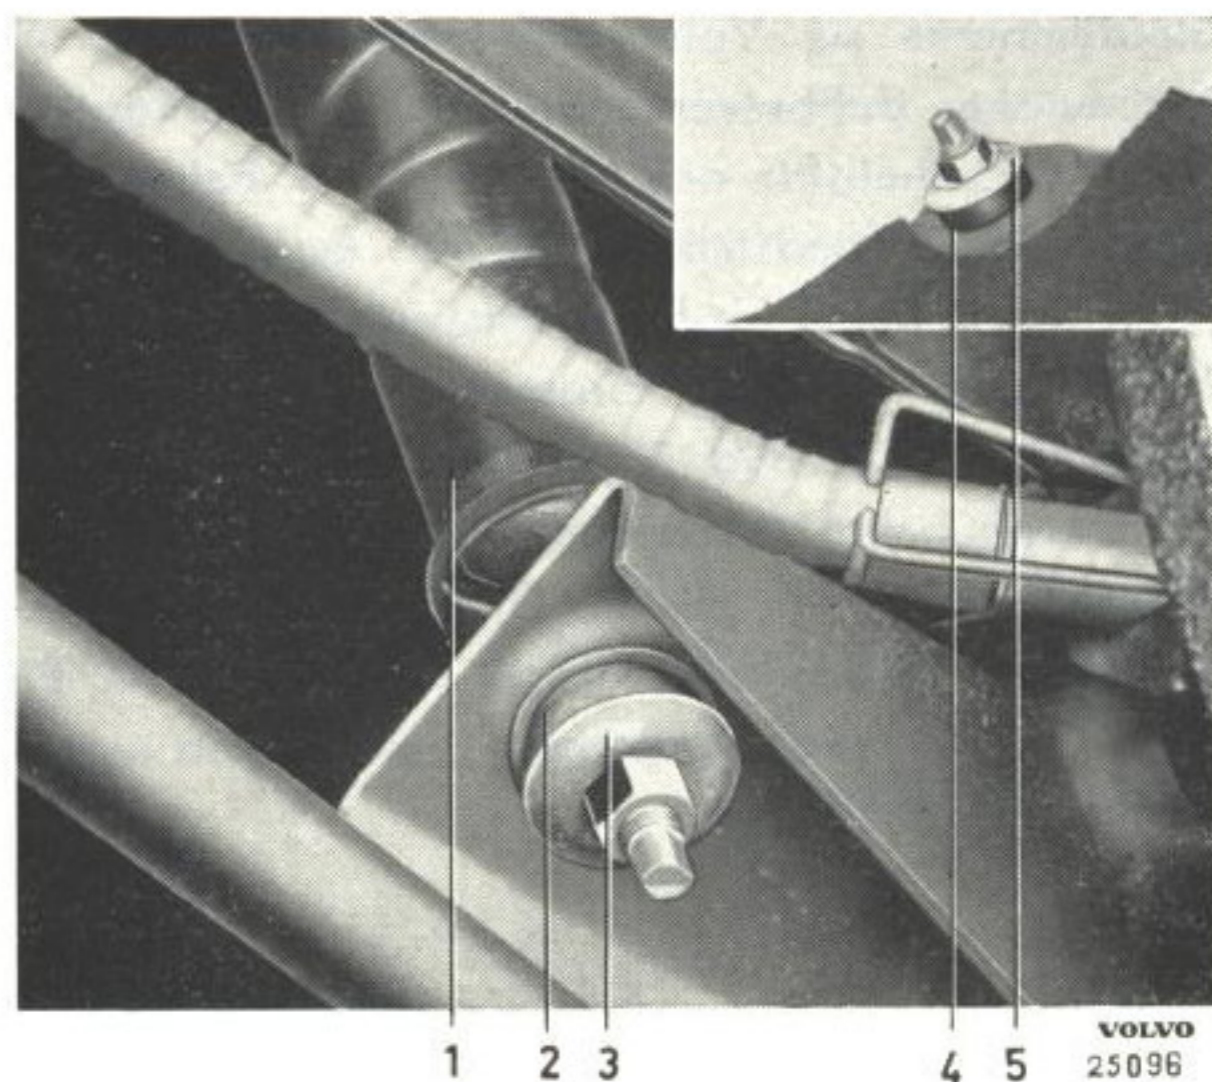
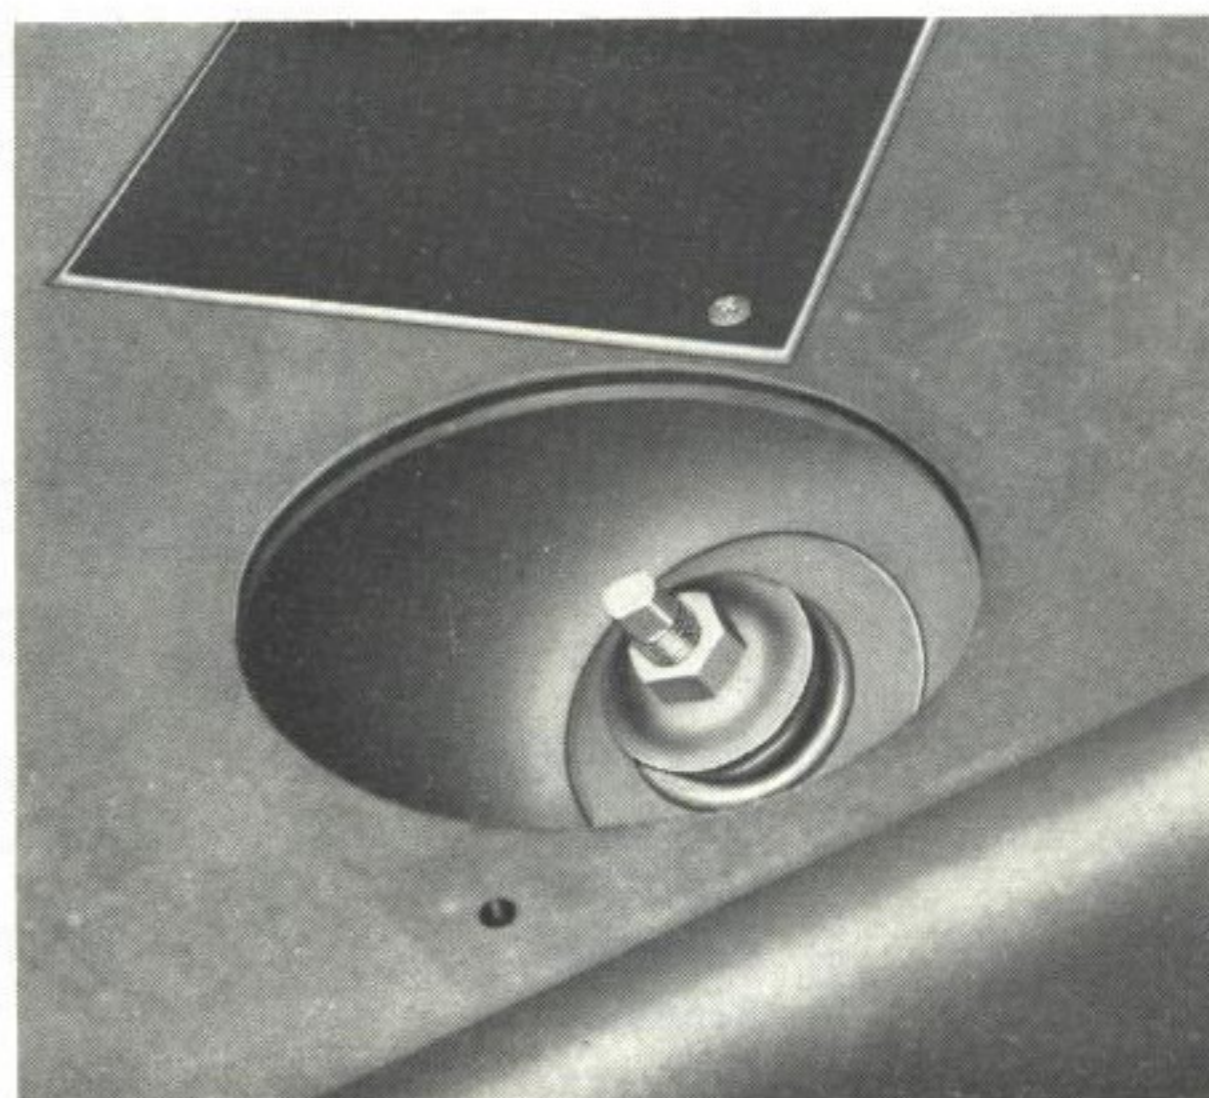

Bild 10. Infästning av bakre stötdämpare, 120.
Bild 11. Övre infästning av bakre stötdämpare, 1800.
1. Demontera övre fästmutter, bricka (5, bild 10) och gummibussning (4).
2. Demontera nedre fästmutter, brickor och gummibussning. Se 2 och 3 bild 10.
1. Demontera övre fästmutter, bricka och gummibussning för 120 från bagageutrummet (bild 10) och för 1800 genom hålet (bild 11) i hatthyllan vid bakfönstret.
3. Montering sker i omvänd ordningsföljd. Se bild 10 och 11. För 120 och 1800 placeras brickan med det större hålet på innersidan av